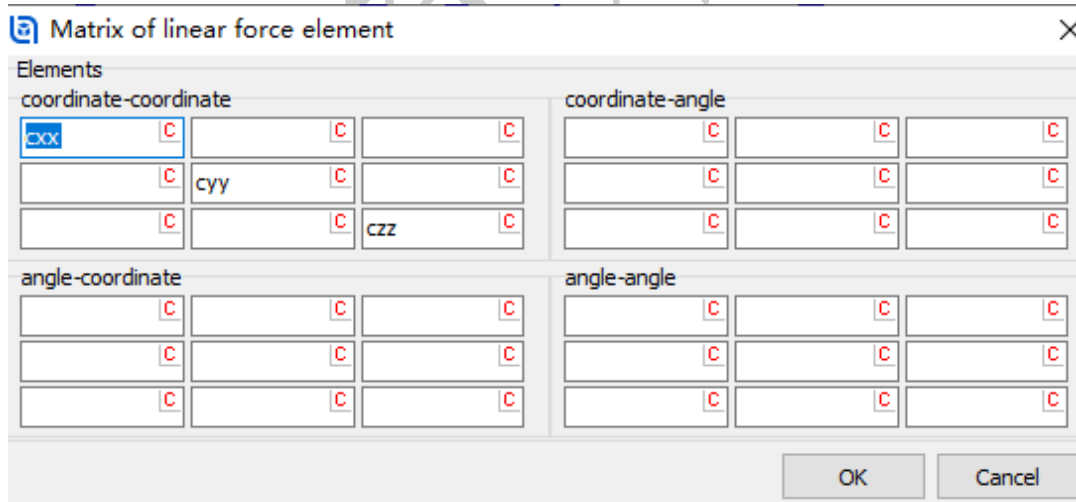

图 2.24
6. 点击 **Parameters** 页面 **Stiffness matrix** 一栏的按钮 , 按图 2.24 所示设置刚度参数, 并赋初值 **cxx=1e6**, **cyy=1e6**, **czz=1e6**, 点击 **OK**。